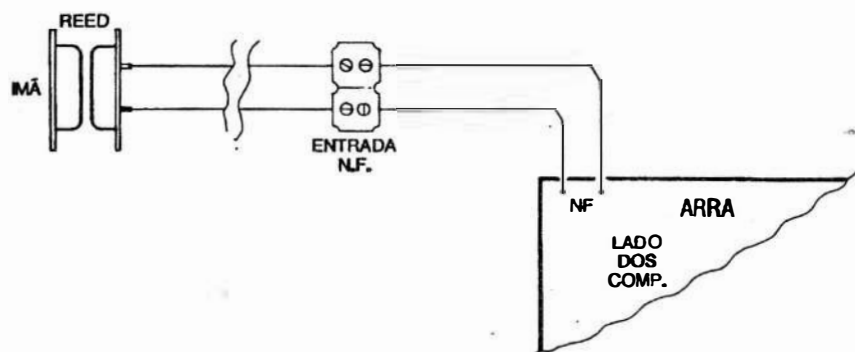

Fig.6
- **FIG. 6 - EXEMPLO DE CONEXÃO DE SENSOR N.F.** - Um exemplo clássico de sensor N.F. para ligação ao **ARRA** é visto na figura, com a utilização de um par **REED/imã** convencional... Não esquecer (e isso já foi mencionado...) que a condição N.F. facilita o uso de *vários* sensores, se isso for desejado ou requerido, bastando dispô-los eletricamente *em série*, de modo que a *abertura* de qualquer deles determinará a ruptura do *link*, suficiente para o acionamento do circuito. Mais uma coisa: não é obrigatório que o sensor (ou sensores...) fique *junto* à placa! Podem ser puxadas algumas dezenas de metros de